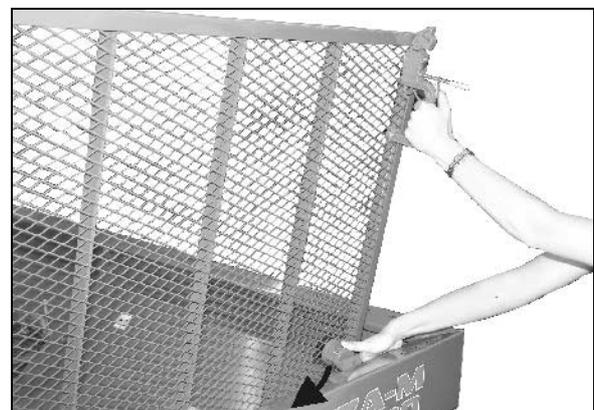

Fig. 24
- Vor dem Schließen des Schutzgitters Arretierung herunterdrücken (Fig. 24).